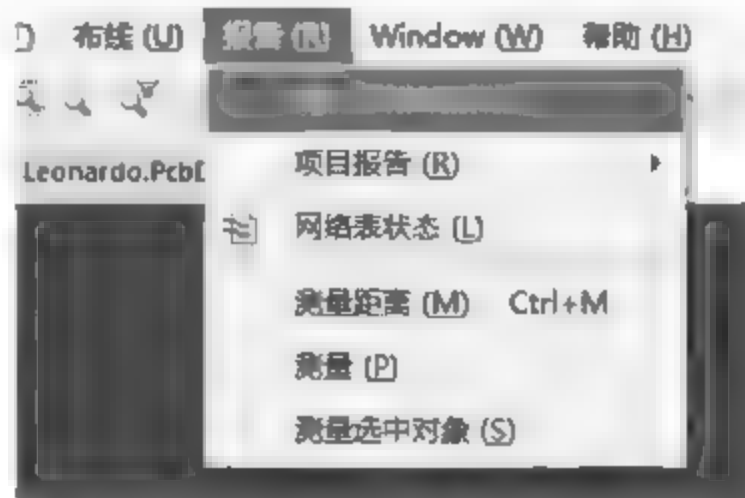

图 6-56 选择“报告”→Bill of Materials 命令
(1) 选择菜单栏中“报告”→Bill of Materials 命令(如图 6-56 所示),打开 Bill of Materials For PCB Document 对话框,如图 6-57 所示。